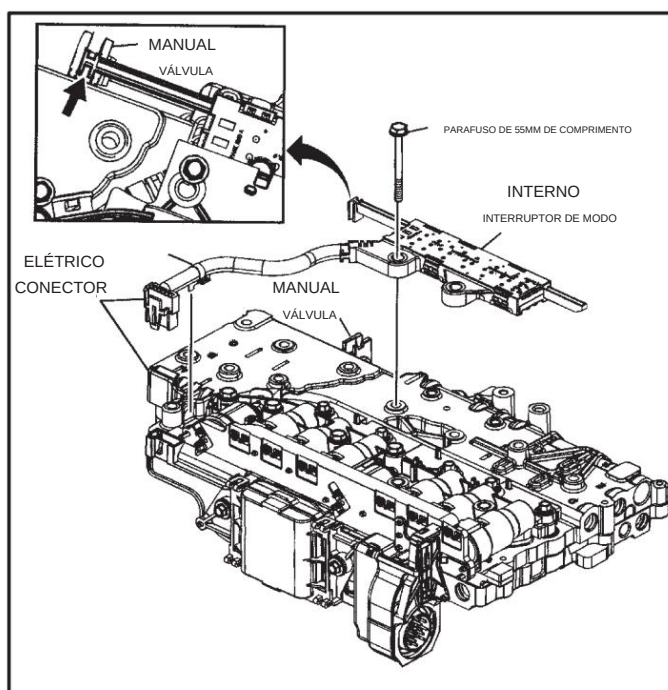

Figura 148
28. Instale o interruptor de modo interno de mudança manual, conforme mostrado na Figura 148, usando apenas um parafuso do corpo da válvula com 55 mm de comprimento no local mostrado e aperte manualmente somente neste momento.
**Nota:** *Alinhe a corrediça do ativador do interruptor com a válvula manual, conforme mostrado na Figura 148.*